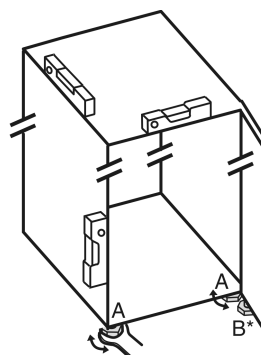

Fig. 19
- ▶ Extrageți prin rotire picioarele reglabile Fig. 19 (A) cu cheia fixă atașată și cu ajutorul unei nivele cu apă, până când aparatul este fix și aliniat plan.
► Extrageți prin rotire piciorul reglabil Fig. 19 (B) de la suportul de lagăr cu cheia fixă atașată, până când acesta atinge solul.
► Rotiți în continuare piciorul reglabil Fig. 19 (B) cu maxim 90°, pentru a evita o deteriorare a ușii.